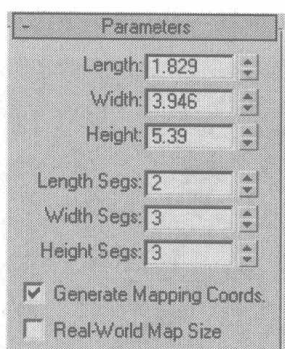
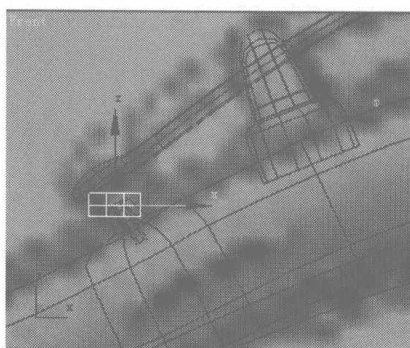

图 2.358
图 2.359
- 54 接下来制作用来敲打高音孔的橡胶垫，选择 创建面板的 区域，选择 **Standard Primitives** 类型，单击 **Box** 按钮，在视图中创建一立方体模型，在 **Parameters** 卷展栏中设置参数，如图 2.358 所示，模型显示如图 2.359 所示。单击右键，在弹出的快捷菜单中选择 **Editable Poly** 选项，将模型塌陷成可编辑多边形。